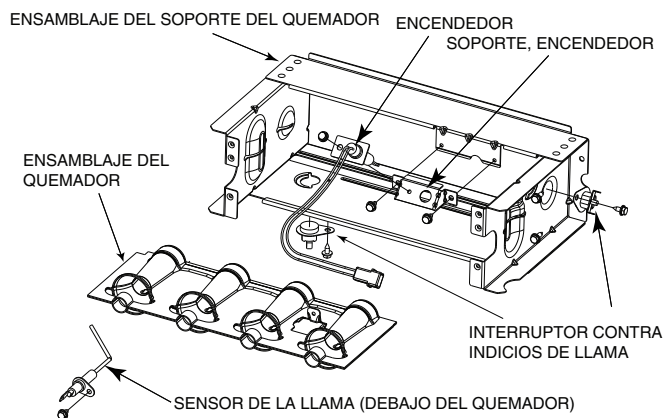
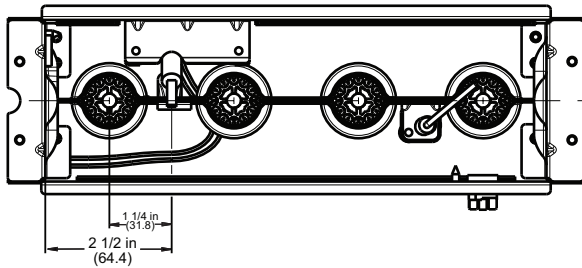
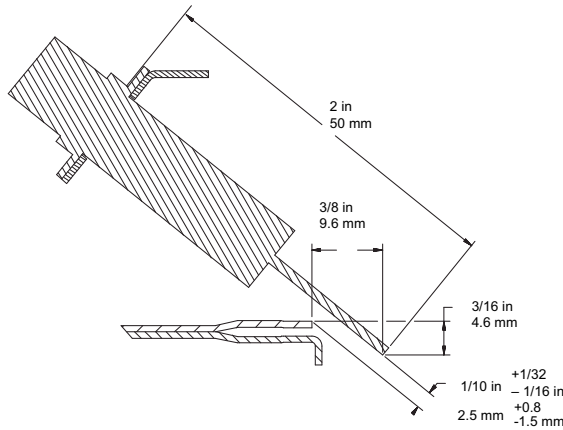

Fig. 68: Conjunto del quemador
Fig. 69: Posición del encendedor: vista superior
Fig. 70: Posición del encendedor: vista lateral
Consulte la Fig. 68.
8. Verifique la alineación de la ignición. Consulte la Fig. 69, la Fig. 70 y la Fig. 68.
El encendedor **NO** necesita una inspección anual. Revise la resistencia antes de sacar la ignición. Consulte la Fig. 69, la Fig. 70 y la Fig. 68.
- a. Con la ayuda de un destornillador de 1/4 in, quite los dos tornillos que sujetan el soporte de montaje del encendedor al conjunto del quemador; consulte la Fig. 68.
7. Vuelva a conectar el mazo de la ignición a la ignición y enderece los cables de ignición para asegurarse de que no se ejerza tensión sobre la ignición. Consulte la Fig. 68.